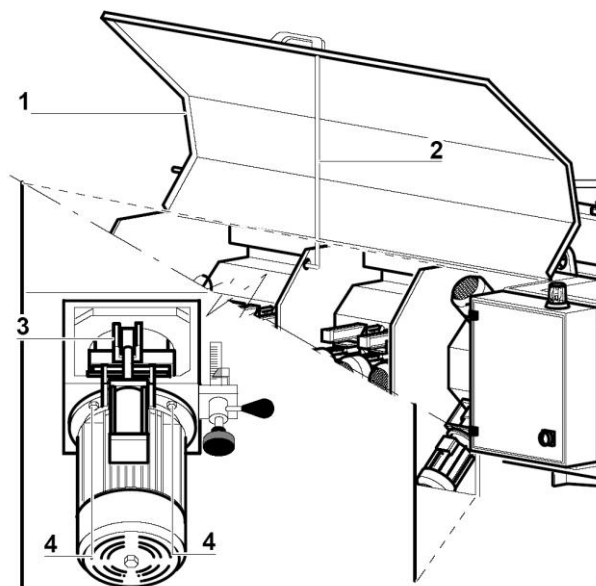

Fig. 43
1. Ouvrir la porte d'accès postérieure à la zone des moteurs (Fig. 43/1).
2. Bloquer la porte par la barre spéciale (Fig. 43/2).
3. Enlever les enclenchements du moteur (voir PIÈCE JOINTE D) et ces des mécanismes à manivelle du système de réglage pneumatique (Fig. 43/3 et par. 5.9).
4. Dévisser les vis de fixation de la plaque de support du moteur du mandrin chanfreinant (Fig. 43/4).
5. Pour le montage, exécuter les mêmes opérations au contraire en ayant soin de centrer parfaitement l'axe du moteur avec l'axe du mandrin, avant de serrer définitivement les vis de fixation (Fig. 43/4).